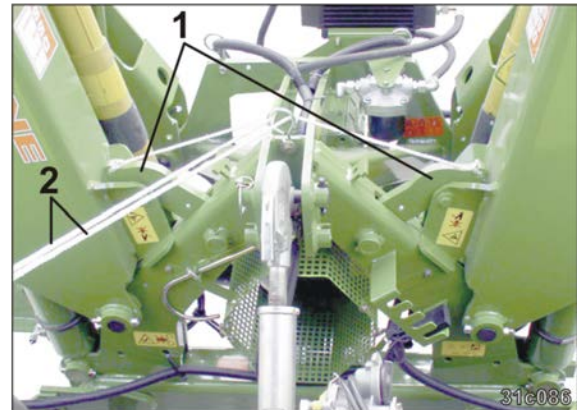

Fig. 78
2. Åbn bommen (Fig. 78/1) ved at aktivere begge wirer (Fig. 78/2) fra traktorsædet.